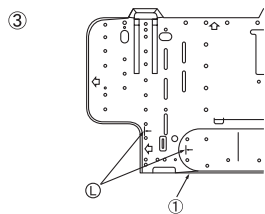

Fig. 3-7
- ③ Если труба с раструбом должна быть укрепена на стене заранее: (Fig. 3-7)